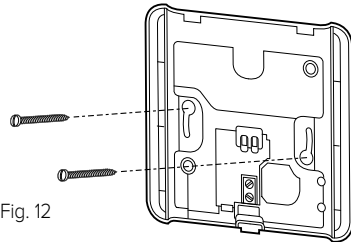

Fig. 12
- Fixer la base au mur, à l'endroit voulu, à l'aide des chevilles et des vis fournies dans le kit (Fig. 12).